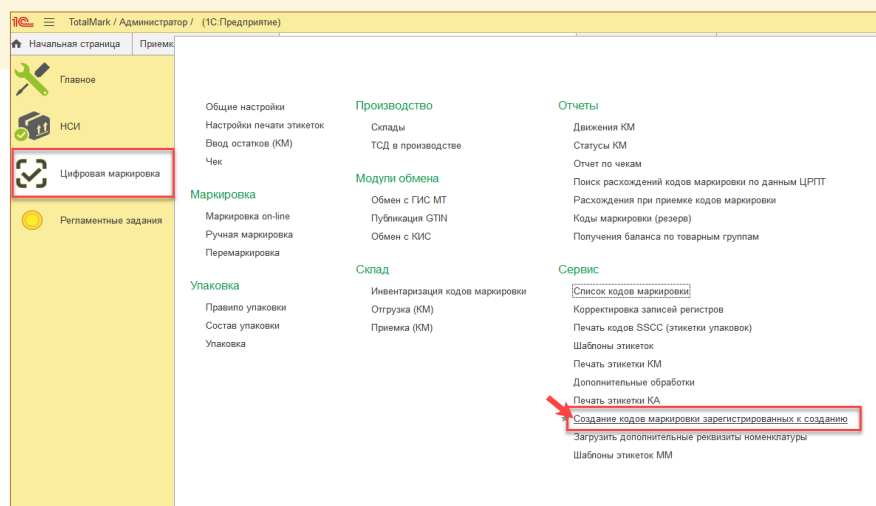

Рис. 10-16 - Работа с Приемкой в Total Mark
4.4. Для того, чтобы создать коды маркировки в системе Total Mark предусмотрена специальная обработка. Открыть ее необходимо, перейдя в раздел «Цифровая маркировка»/ Сервис (Рис. 10-16).